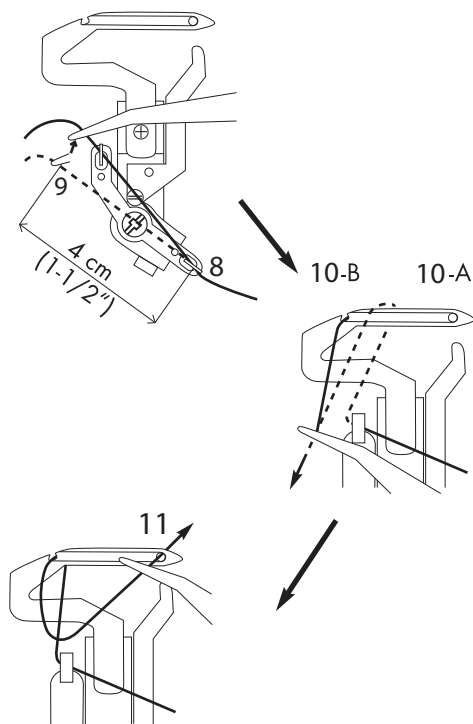

Fig. 23
6. Sujete fuertemente el hilo unos 4 cm apróx., delante de la guía del hilo con la pinza (Fig. 23).
8. Tire del hilo hacia arriba dentro de la guía del hilo (9).
9. Guíe el hilo hacia abajo y a través de extremo superior de la lanzadera inferior 20 (10A) (Fig. 23).
10. Tire a continuación del hilo con cuidado hacia abajo de modo que se deslice en el hueco de la lanzadera (10B) (Fig. 23). ¡Use también para cada paso el dibujo colocado en la máquina!
11. Deslice el hilo a través del ojal de la lanzadera (11). El hilo deberá transcurrir en la ranura de la lanzadera inferior 20 (Fig. 23).